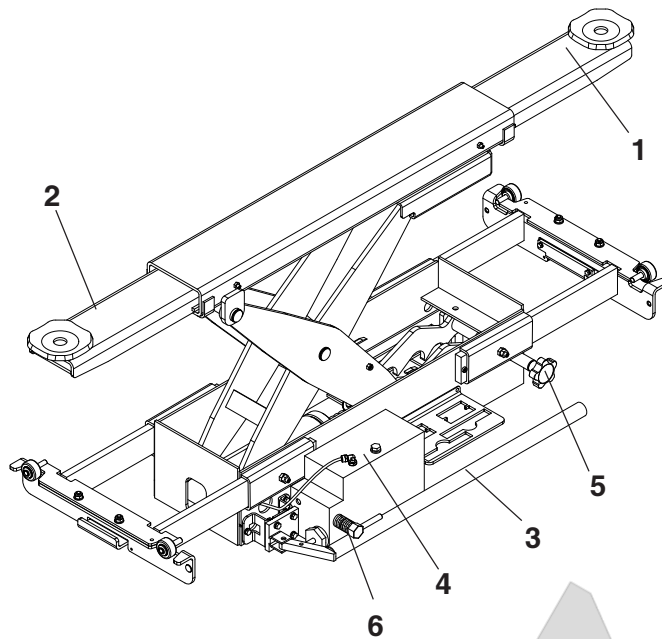

Fig. 15
- Quando si opera sui veicoli ricordarsi sempre di inserire il perno di sicurezza meccanica 5 (Fig. 15). Accertarsi che gli appoggi siano bene posizionati sotto al punto di sollevamento; IL VEICOLO DEVE ESSERE POSIZIONATO PERFETTAMENTE IN CENTRO E COMPLETAMENTE FRENATO (FRENO DI STAZIONAMENTO INSERITO).
- Always fit the mechanical safety pin 5 (Fig. 15) when operating on vehicles. Make sure supports are properly positioned under the lifting point. ALWAYS POSITION THE VEHICLE IN THE CENTRE AND USE THE PARKING BRAKE TO FULLY LOCK IT.
- Bei Arbeiten an Fahrzeugen muss man sich immer daran erinnern, den Bolzen für die mechanische Absicherung 5 (Abb. 15) einzufügen. Sicherstellen, dass die Auflagegestempel gut unter den Ansatzpunkt des Hebevorgangs ausgerichtet sind.
- Lors des opérations sur les véhicules, il est nécessaire d'introduire le pivot de sécurité mécanique 5 (Fig. 15). Vérifier à ce que les supports soient bien positionnés au-dessous du point de levage.
- Al efectuar operaciones sobre los vehículos, es indispensable acordarse siempre de conectar el perno de seguridad mecánica 5 (Fig. 15). Asegúrese que los soportes estén bien posicionados debajo del punto de elevación; EL VEHICULO DEBE SER POSICIONADO PERFECTAMENTE AL CENTRO Y SE DEBE FRENAR POR COMPLETO (FRENO DE ESTACIONAMIENTO CONECTADO).